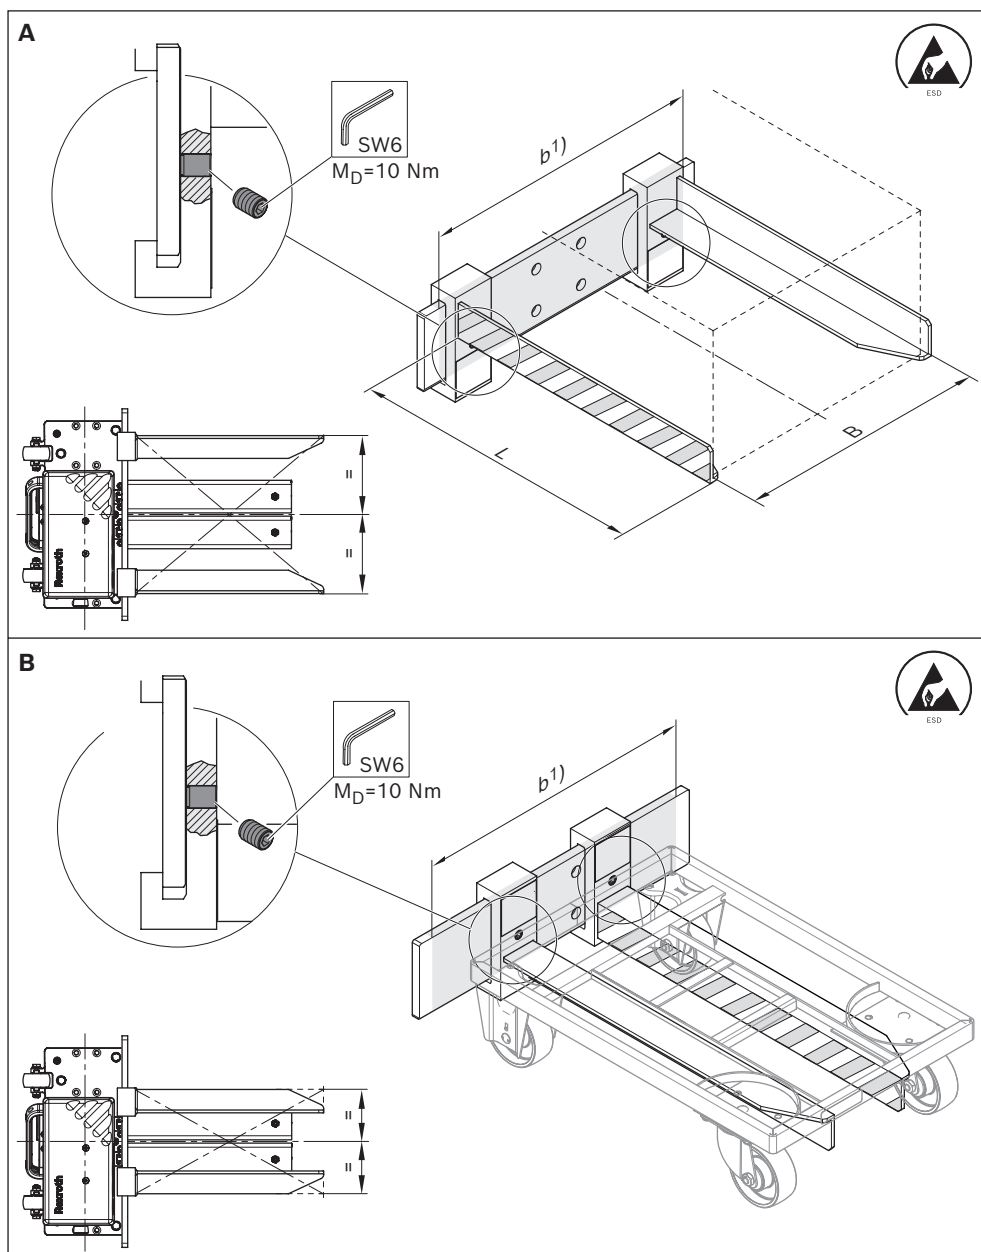

Fig. 26: Ajuste de las horquillas
2. Ajuste las horquillas montadas al ancho de la caja o de la carretilla (véase Fig. 26).
- ▶ Antes de cada puesta en marcha, compruebe el correcto asiento y posicionamiento de los accesorios de elevación montados (véase Fig. 26).